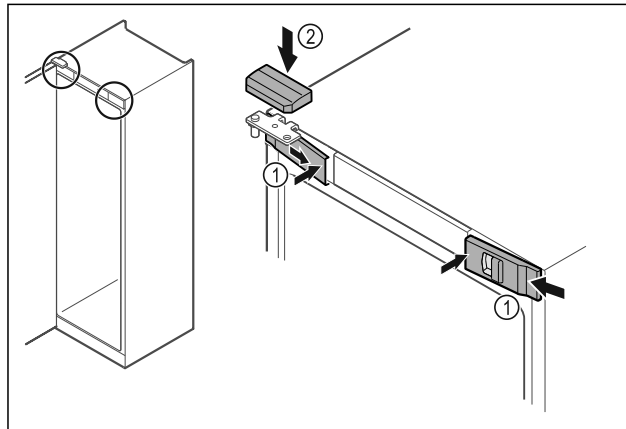

Fig. 55
- Agganciare le coperture anteriori Fig. 55 (1) di lato e innestarle all'interno.
- Innestare la copertura superiore Fig. 55 (2) dall'alto.